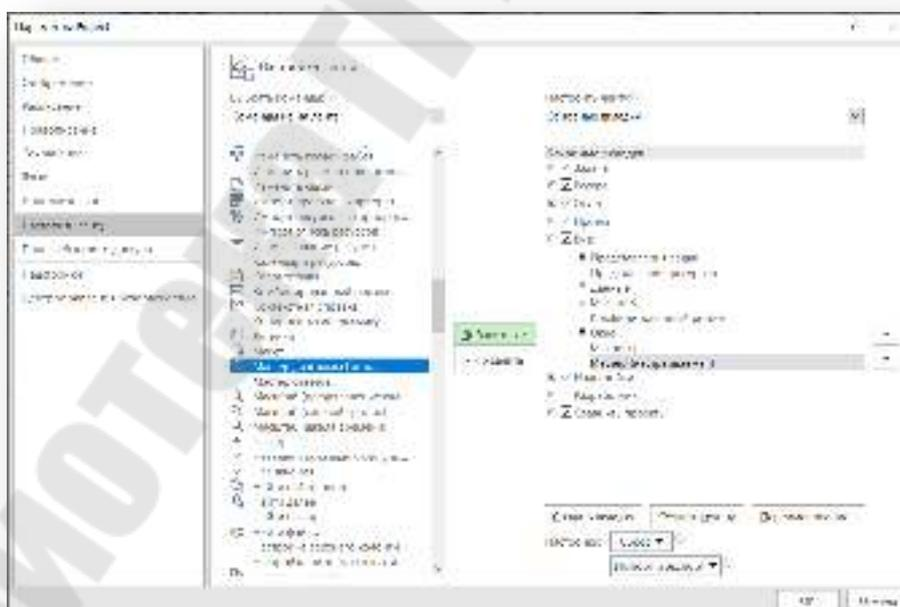

Рис. 2.41. Параметры *Project*
e. Прокрутите левый столбец на одну страницу вниз, а затем выберите *Мастер диаграмм Ганта*. Выделите новую группу (в правом столбце), которую вы создали на втором этапе, нажмите *Добавить* и нажмите кнопку *Ок* (рисунок 2.41).